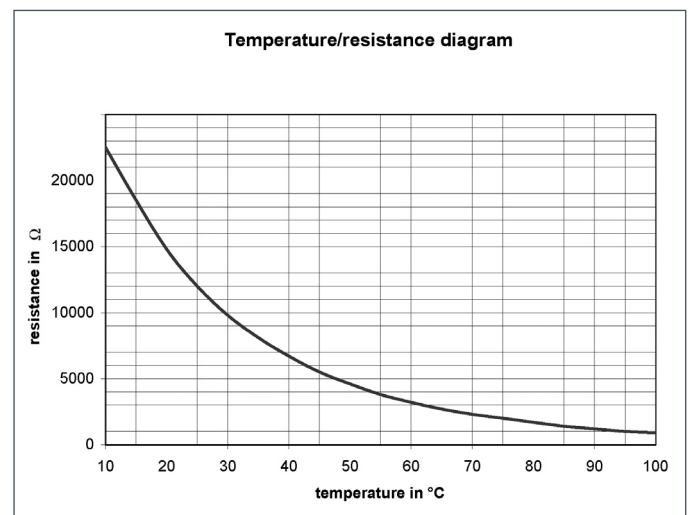

fig. 27 Gráfico de resistencia del sensor
- Comprobar los valores de resistencia de los sensores de temperatura en relación con la fig. 27 (humedad en los sensores).